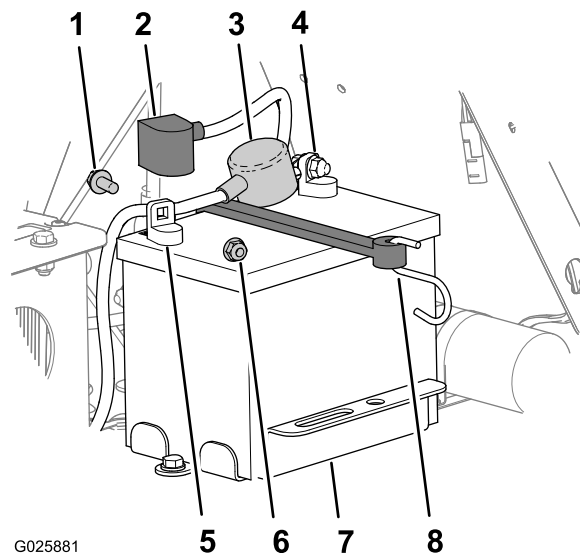

Figure 38
3. Sur la batterie, soulevez le capuchon noir situé sur le câble négatif (Figure 38).
4. Débranchez le câble négatif de la borne négative (-) de la batterie et retirez le câble de la batterie (Figure 38).
5. Enlevez le capuchon rouge de la borne positive de la batterie (Figure 38).
- Débranchez et retirez le câble positif (rouge) de la batterie (Figure 38).
- Détachez le crochet de la barrette du support de la batterie (Figure 38), et déposez la batterie.
- Placez la batterie sur la machine (Figure 38).
- Reliez le câble positif (rouge) à la borne positive (+) de la batterie au moyen d'un boulon à embase et d'un écrou à embase (Figure 38).
- Reliez le câble négatif et le câble de masse à la borne négative (-) de la batterie avec un boulon à embase et un écrou à embase (Figure 38).